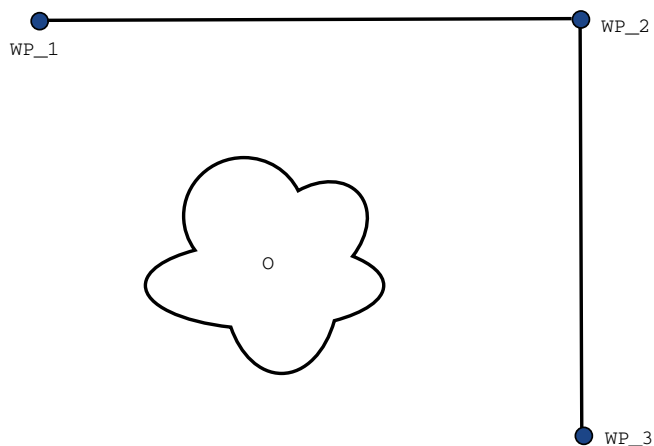

图 14.2: WP_1: 初始位置，WP_2: 通过点，WP_3: 拾取位置，O: 障碍物。
示例 以一个拾取和放置应用为例（参见图 14.2），在这里，机器人当前位于路点 1 (WP_1)，它需要在路点 3 (WP_3) 拾取一个对象。为避免与物体和其它障碍物 (O) 发生碰撞，机器人必须从路点 2 (WP_2) 的方向接近 WP_3。因此引进三个路点来创建一个满足要求的路径。